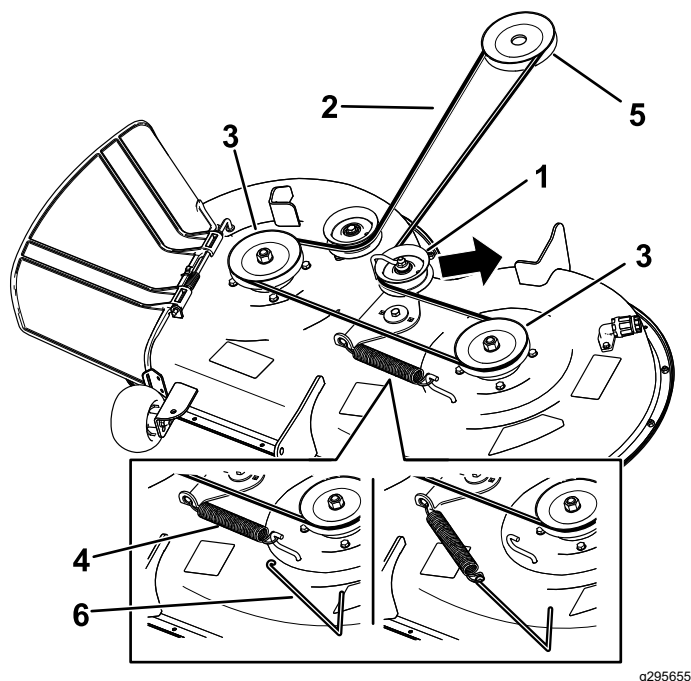

Figura 50
6. Usando una herramienta para la retirada de muelles (Pieza Toro N° 92-5771), retire el muelle tensor del gancho de la carcasa para eliminar la tensión de la polea tensora, y retire la correa de las poleas (Figura 50).
- Pase la correa nueva alrededor de las poleas del motor y del cortacésped (Figura 50).
- Usando una herramienta para la retirada de muelles (Pieza Toro N.º 92-5771), instale el muelle tensor sobre el gancho de la carcasa y tense la polea tensora y la correa (Figura 50).